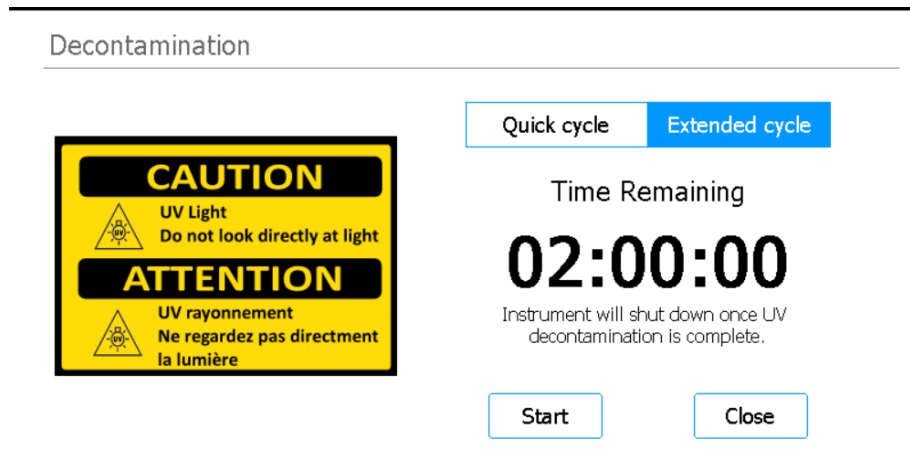

Figura 25 Pantalla Decontamination con Extended cycle seleccionado
- 3 En la parte superior de la pantalla, seleccione **Extended cycle**, como se muestra en la Figura 25.